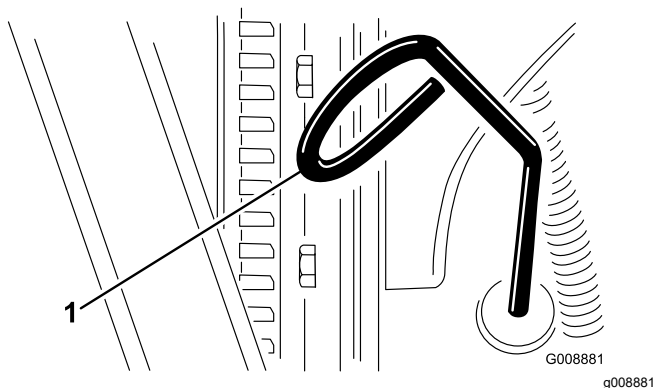

Рисунок 20
2. Выньте масломерный щуп (Рисунок 20) и протрите его чистой ветошью.